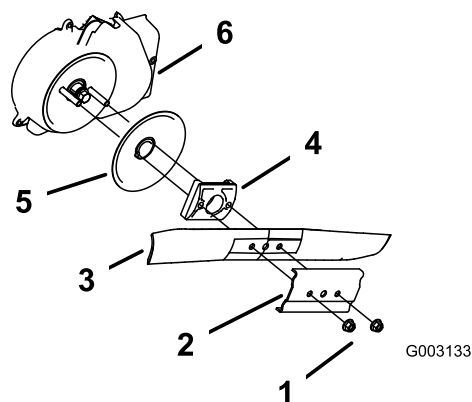

図 24
3. ブレードナット2個とスティフナを取り外す 図 24。
4. ブレードを取り外す 図 24。
5. 新しいブレードを取り付ける 図 24。